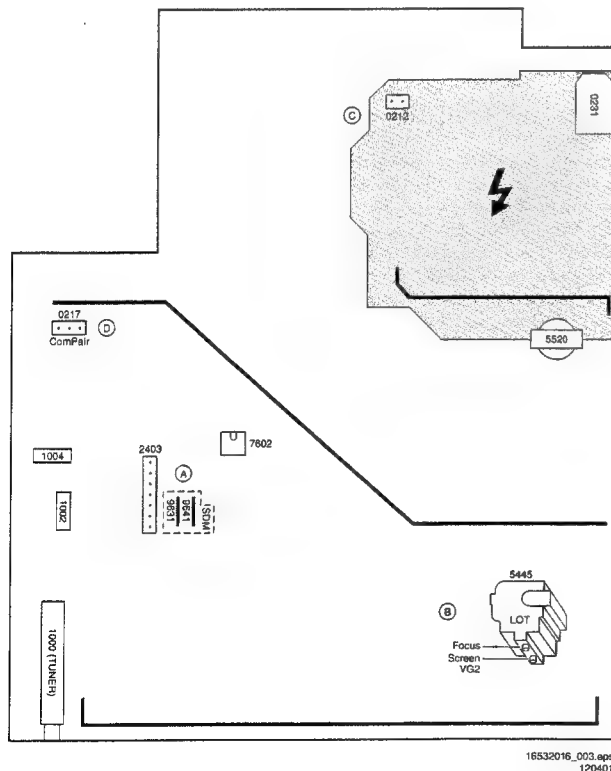

Abbildung 8-1
10. Die Kathode mit dem höchsten Gleichspannungswert V_{DC} für die Einstellung auswählen. Die Sperrpunktspannung V_{cutoff} dieses Elektronenkanonenstroms mit dem SCREEN-Potentiometer auf dem LOT (siehe Abb. 8-1) auf den korrekten Wert (siehe Tabelle unten) einstellen.
3. Das FOCUS-Potentiometer (siehe Abb. 8-1) so einstellen, dass die senkrechten Linien bei 2/3 von Ost und West in Höhe der Mittellinie die minimale Breite aufweisen, ohne dass eine Trübung sichtbar ist.